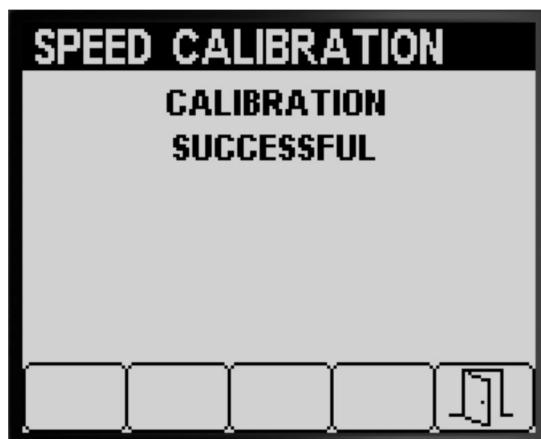

Figura 68
- Surge uma mensagem a confirmar que a calibração da velocidade foi bem-sucedida (Figura 68).
5. Prima o botão 5 para sair do ecrã Calibração da velocidade (Figura 68 ou Figura 69).